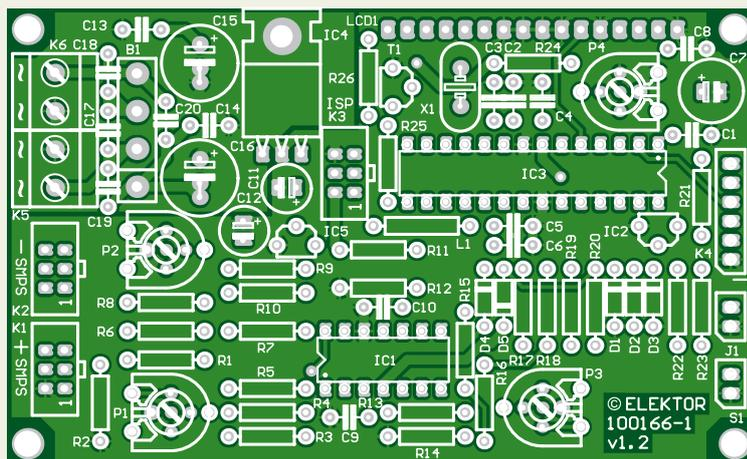

Bild 2. Die doppelseitige Platine ist exakt gleich groß wie das Display-Modul.
Die Bestückung der in Bild 2 gezeigten doppelseitigen Platine sollte kaum Probleme machen, da Bauteile mit richtigen Anschlussdrähten/Beinchen und keine
Der Schaltplan ist in **Bild 2** zu sehen. Die Spannungsversorgung (X2) kann sowohl mit Gleich- als auch mit Wechselspannung erfolgen. Die Eingangsspannung darf dabei im Bereich von 13 V bis 18 V (DC) bzw. 9 V bis 12 V (AC) liegen. Die beiden für die Schaltung benötigten Spannungen von 5 V und 10 V werden mit den einstellbaren Spannungsreglern vom Typ LM317 erzeugt. Bei Bedarf kann die in der Schaltung auf 10 V ausgelegte Spannung durch Änderung der Widerstände R11 und R12 angepasst werden. Dies kann beispielsweise nötig sein, wenn man ein Gerät mit 12-V-Steuereingängen